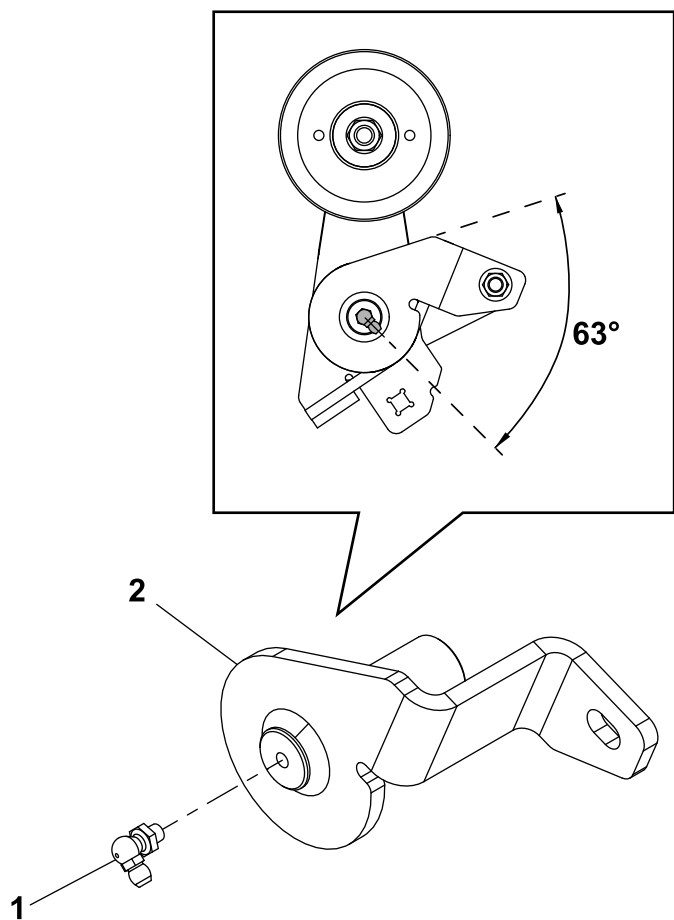

Рисунок 5
2. Установите масленку в опору натяжного шкива, как показано на Рисунок 5.